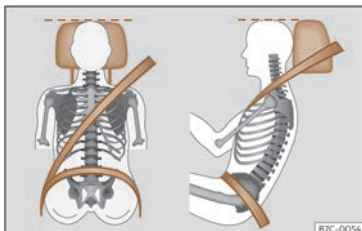

**Fig. 3** Sangle bien ajustée et appuie-tête correctement réglé.
- Réglez l'appuie-tête de manière à ce que son bord supérieur soit, dans la mesure du possible, à la même hauteur que la partie supérieure de votre tête, et au moins à la hauteur de vos yeux. Gardez la nuque le plus près possible de l'appuie-tête»» **fig. 3**.